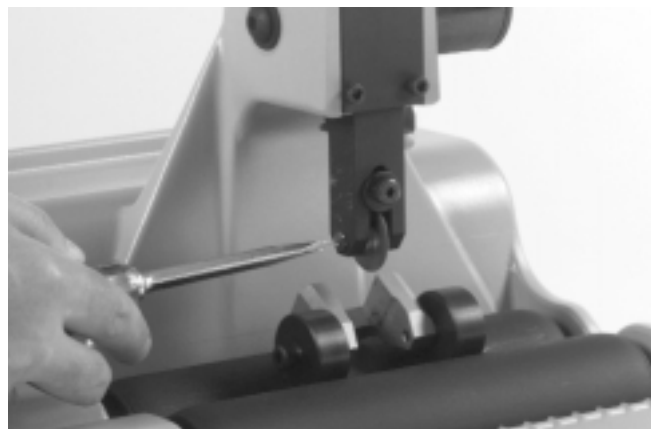

Figure 10B – Retrait de la vis du galet de coupe
2. Retirez la vis du galet de coupe, puis remplacez le galet (*Figure 10B*).